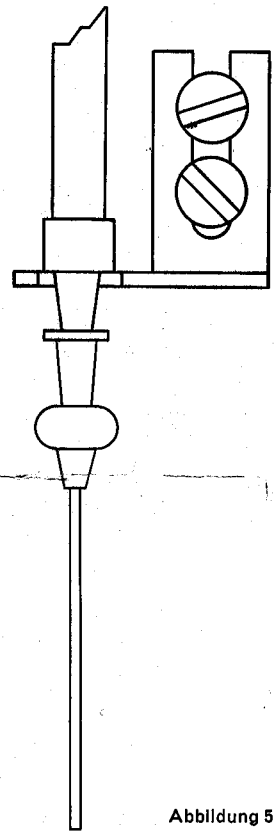

Abbildung 5
Der Chromatocharger wird mit eingesetzter leerer Spritze eingestellt. Die Abbildung 5 zeigt, wie die Spritze auf der Haltegabel (8) ruht. Die Federklappe (5) hält den Spritzenzylinder. Soll ein ganz bestimmtes Volumen aufgetragen werden, so erleichtert der Massstab (13) an der rückwärtigen Einstellschiene (12) die genaue Einstellung des Dosierbalkens (15).